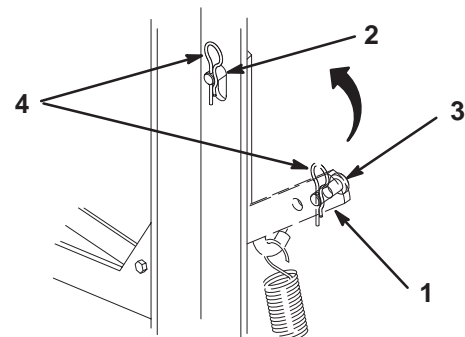

Bild 37
2. Entfernen Sie den Splint und Lastösenbolzen aus dem Spannarm (Bild 37).
3. Ziehen Sie am unter Federdruck stehenden Spannarm hinter dem Ventilator an der linken Seite der Maschine, um den Treibriemen des Ventilators zu entspannen (Bild 37).